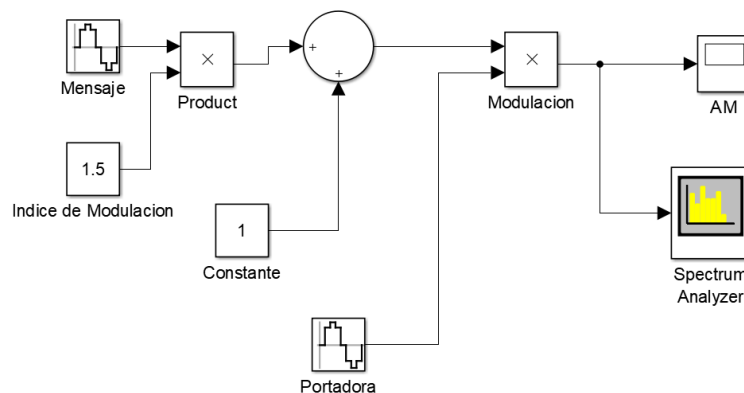

Figura 1: Modulación AM-DSB en Simulink.
1. Abra el archivo el archivo **AM.slx** inspeccione todos los módulos en términos de configuración e interconexión. En la figura 1 se muestra el diagrama de bloques general.